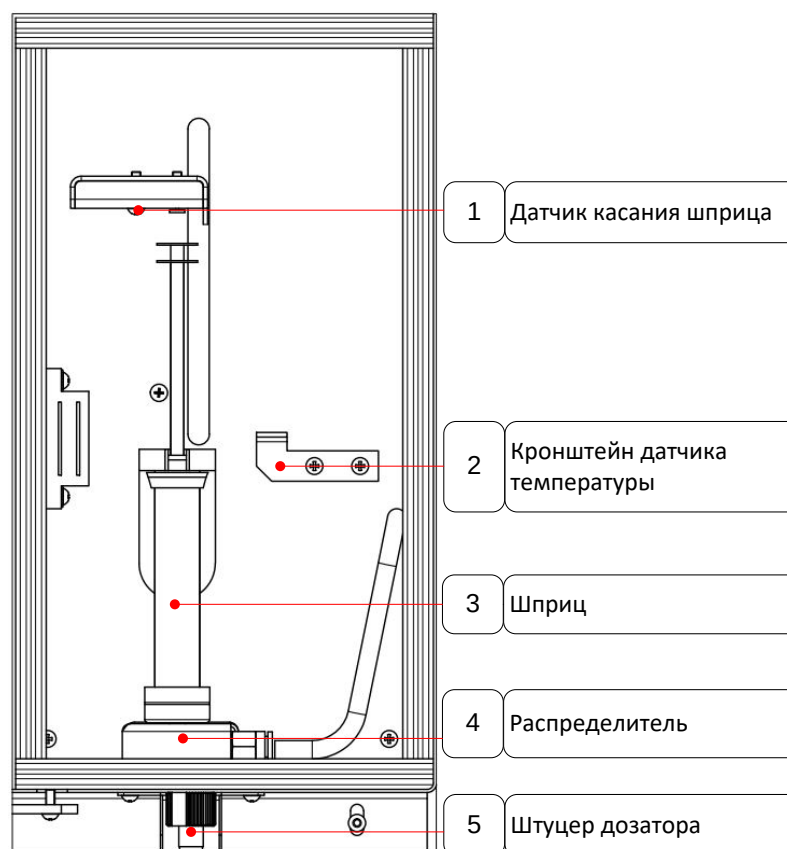

Рисунок 16 – Установка шприца в дозатор
4.4.11.2 Установить шприц (рисунок 16, поз. 3) в дозатор.
4.4.11.3 При установке носик шприца должен плотно входить в распределитель (поз.4), обеспечивающий подачу азота при продувке реактора или газойля при дозировании (рисунок 16).
4.4.11.4 Дверцу дозатора закрыть для равномерного нагрева шприца с газойлем; в закрытом состоянии дверца фиксируется магнитной защёлкой (рисунок 16).
4.4.11.5 К штуцеру дозатора (поз.5) подключается капилляр вставки реактора (рисунок 16).
4.4.11.6 Кронштейн (поз.2) предназначен для фиксации образцового датчика температуры при проверке температуры дозатора (рисунок 16).
4.4.11.7 Датчик касания шприца (поз.1) обеспечивает защиту от поломки шприца в случае закупорки капилляра (рисунок 16).